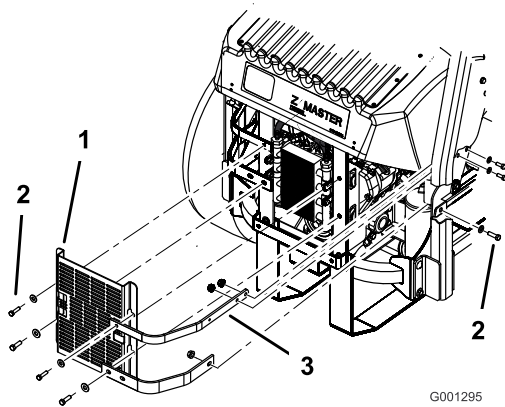

Figura 56
3. Togliete i quattro bulloni che fissano lo schermo del radiatore dell'olio al telaio posteriore, (Figura 56).
4. Togliete i tre bulloni che fissano le cinghie del motore alla fiancata della macchina (Figura 56).
12. Montate lo schermo del radiatore dell'olio e le cinghie del motore sul telaio posteriore, con i 4 bulloni precedentemente rimossi (Figura 56).
13. Montate le cinghie del motore sulla fiancata della macchina (Figura 56).